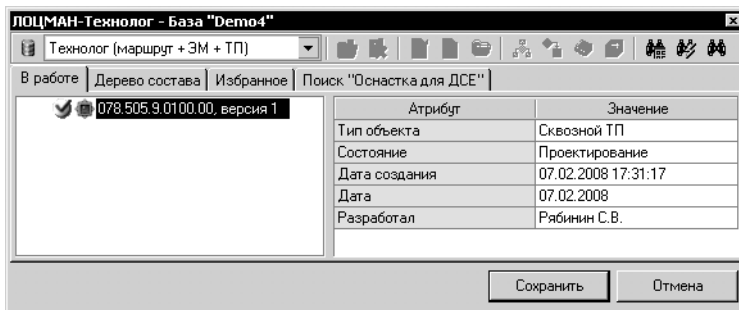

Рис. 13.18. Сохранение ТП в серверном архиве
5. Если на изменение взято несколько объектов «Технологический процесс», выберите требуемый объект и нажмите кнопку **Сохранить** (рис. 13.18).